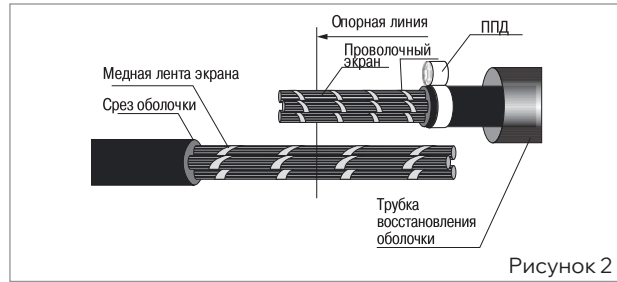

Рисунок 2
■ Обмотать поверхность оболочки одного из кабелей полиэтиленовой пленкой от упаковки (на рисунке не показана), надеть трубку восстановления оболочки и сдвинуть вдоль кабеля (рис. 2). Установить на один виток пружину постоянного давления (далее ППД) поверх наружного покрова кабеля.